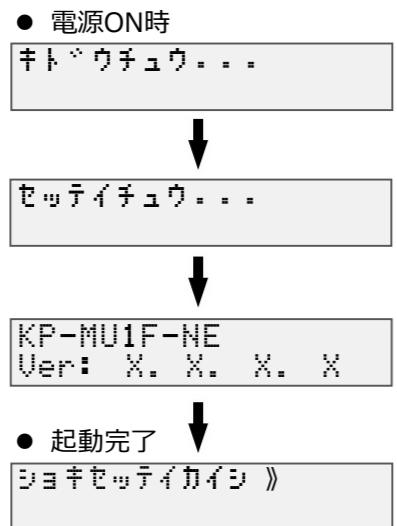

図6. 計測ユニット起動時の表示部状態
- (3) 計測ユニットのスライドカバーを開け、表示部の状態が図6の通りであることを確認する。